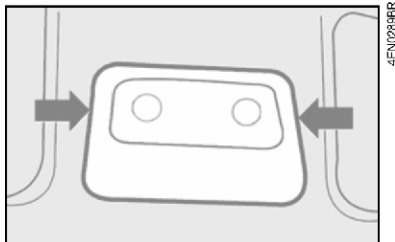

fig. 30
- utilizando un destornillador en los puntos **fig. 30** quite la consola de techo completa que está fijada a presión;